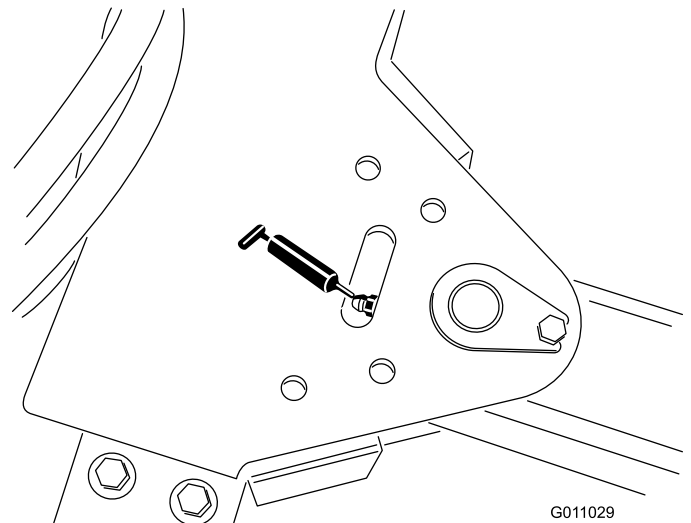

Figure 36
- Pivot de flèche d'attelage (1) (Figure 36).